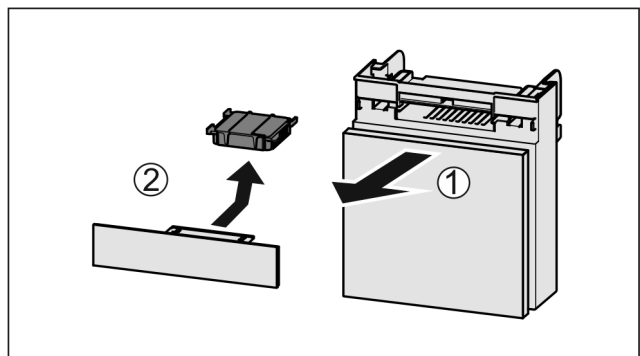

Fig. 147
- ▶ Extrageți Fig. 147 (1) compartimentul către înainte.
- ▶ Scoateți Fig. 147 (2) filtrul de cărbune activ.